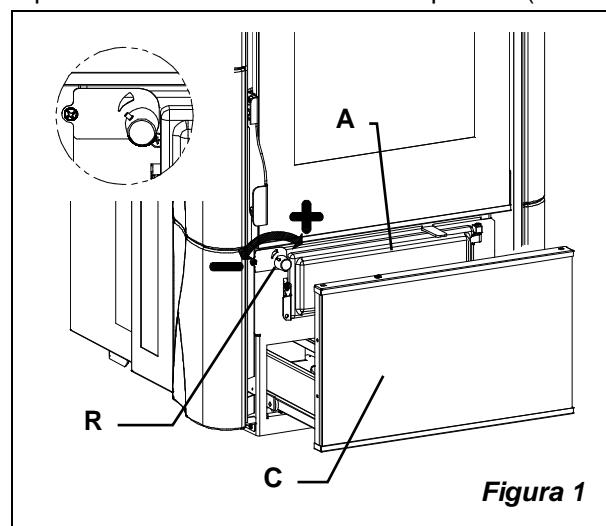

Figura 1
Il vetroceramico della porta, in un unico pezzo (resistente fino a 700°C), consente un'affascinante vista sulle fiamme ardenti ed impedisce ogni fuoriuscita di scintille e fumo. Sotto il bruciatore del pellet (B) si trova un cassetto estraibile per la raccolta della cenere accessibile dallo sportello Figura 1 pos.A. La maggior parte della cenere prodotta dalla combustione della legna rimane all'interno del copri bruciatore (CB).
Registro aria (R) (Figura 1)